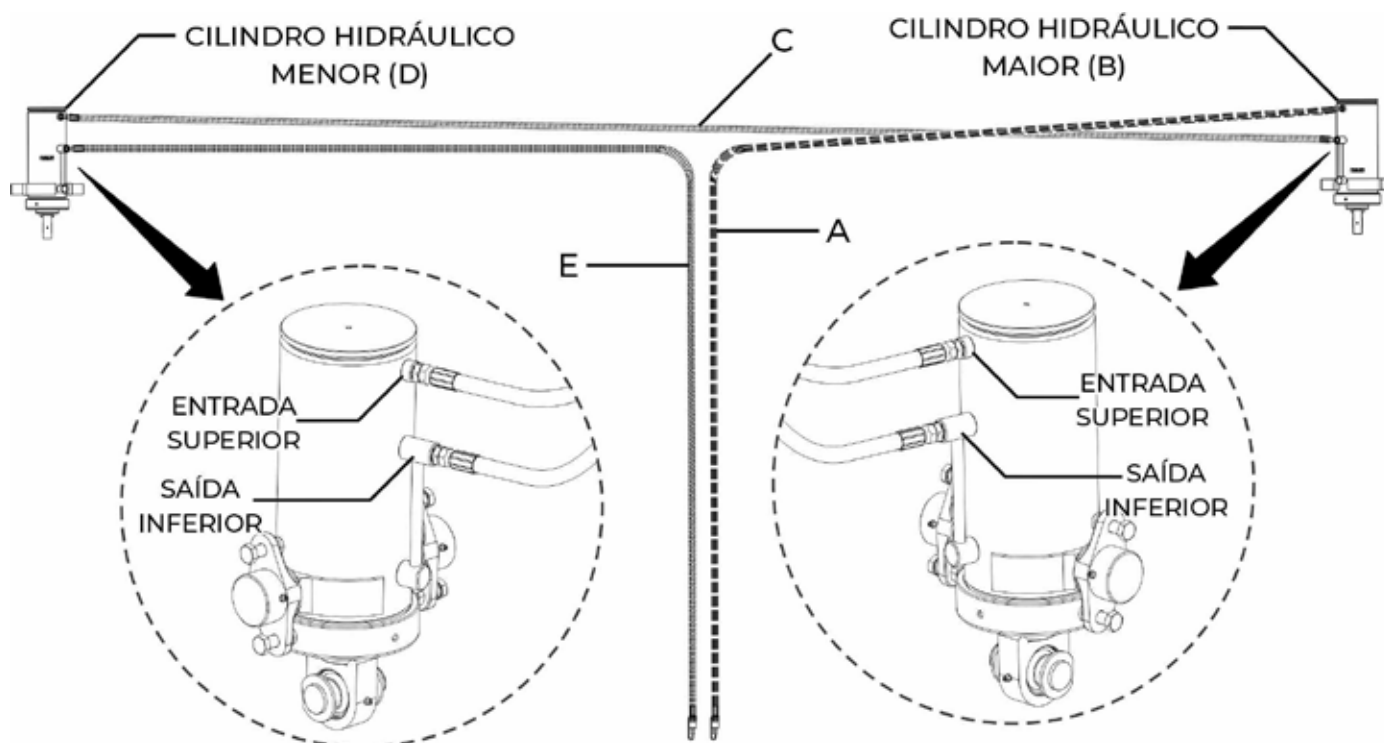

fig. 22
Coloque a mangueira na direção de fluxo trator-semeadora (A) (fig. 22), na entrada superior do cilindro maior (B). Coloque a mangueira (C) na saída inferior do cilindro maior (B) e conecte a mangueira na entrada superior do cilindro menor (D).